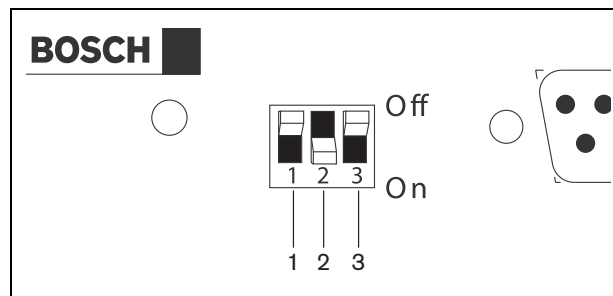

Abbildung 5.2: Konfigurierung von Sommer-/Winterzeit
- 1 Lokalisieren Sie die DIP-Schalter an der Rückseite (siehe Abbildung 5.2).